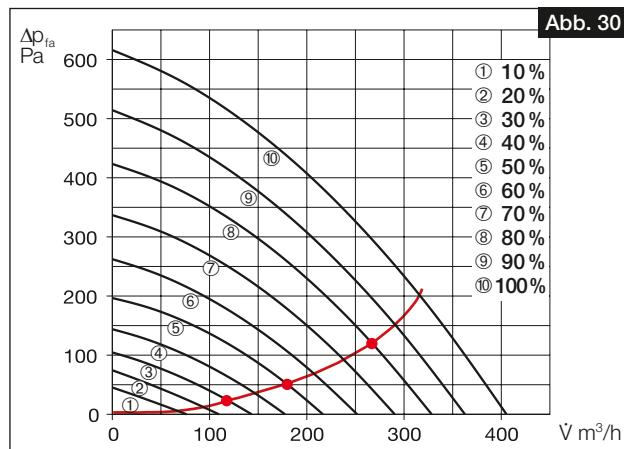

Abb. 30
6. Werden die einzelnen Messpunkte verbunden, entsteht die Anlagenkennlinie für Zu- bzw. Abluft (vgl. Abb. 30).